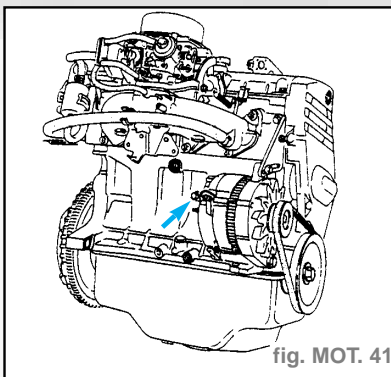

fig. MOT. 41
- Vidanger le circuit de refroidissement par la durit inférieure du radiateur et le carter-cylindres par la vis (fig. MOT. 41).